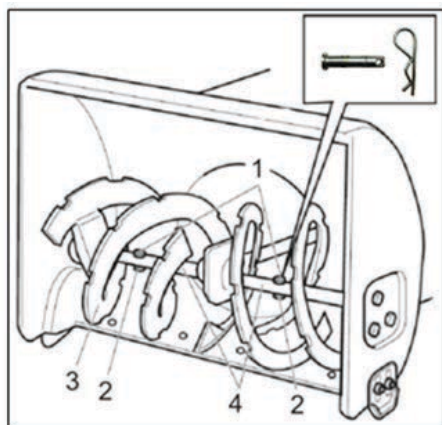

Рис. 50
11.9. Замена срезных пальцев шнека (рис. 50)